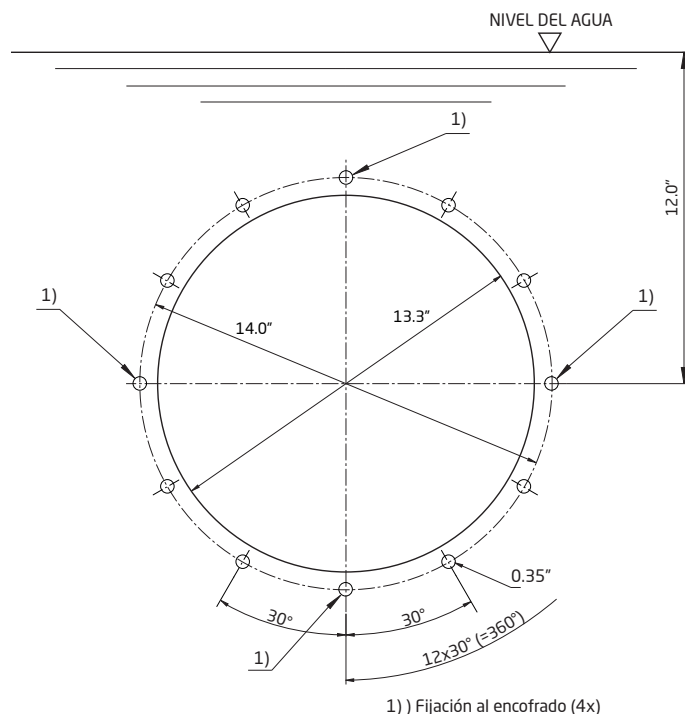
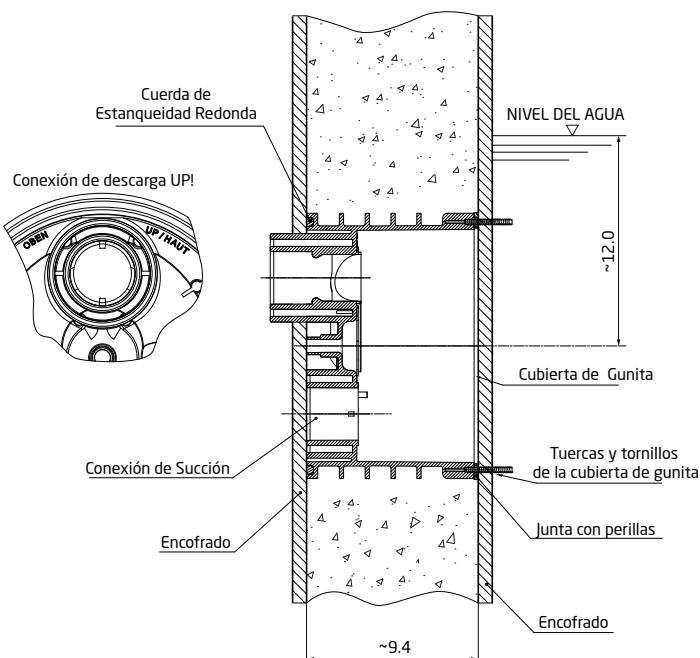
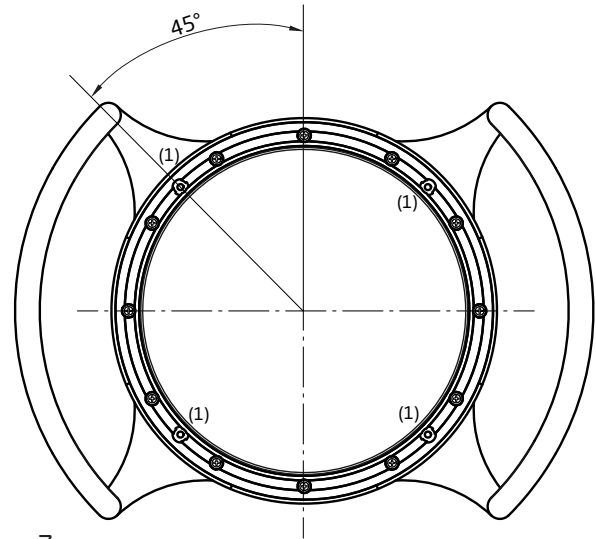
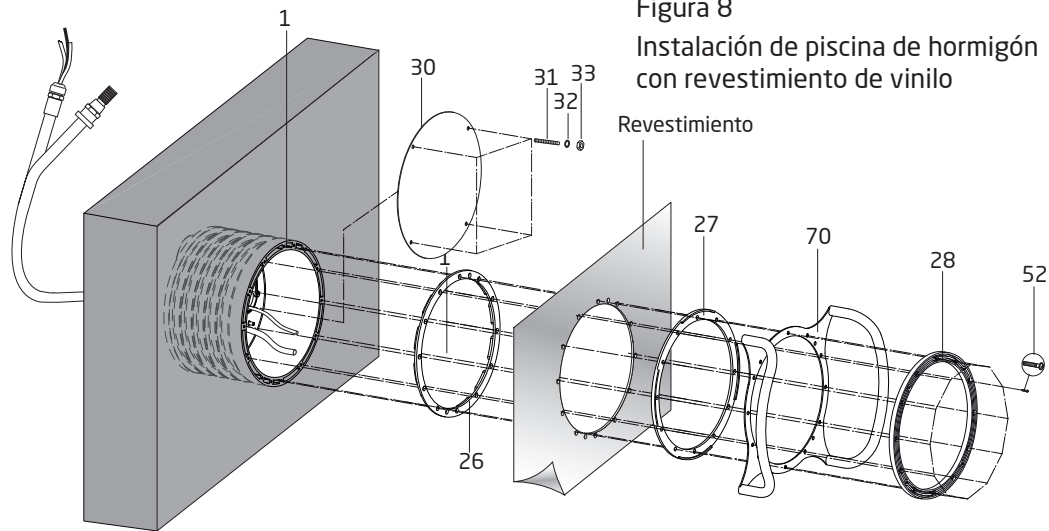

Figura 5
Figura 6
Figura 7
Figura 8
- Perfore los cuatro agujeros M8 marcados (1) en la figura 5 en el encofrado de la pared interna de la piscina. Corte un agujero de 14.5" en el encofrado de la pared exterior de la piscina. **PRECAUCIÓN:** El centro de la carcasa de chorro **DEBE ESTAR** montado 12" **DEBAJO** de la línea de agua como se muestra en las figuras 5 y 6
- Coloque la carcasa de chorro entre la barra de acero con el dorso de la carcasa de chorro contra el orificio del encofrado de la pared exterior. La ubicación de la carcasa de chorro es muy importante (Ver Figura 6).
- Instale los cuatro (4) clavos M8 x 80mm de la tapa de gunita (parte #31) en la parte frontal de la carcasa de chorro. Deben estar en la misma posición que los orificios (1) marcados en la figura 5. Deslice la cubierta de gunita (parte #30) sobre los clavos. Tape el borde de la gunita alrededor de toda la carcasa de chorro para excluir el hormigón de los insertos roscados y de la carcasa de chorro.
- Monte la tapa de gunita al frente de la carcasa de chorro usando las cuatro (4) tuercas M8 x 80mm (parte #31), cuatro (4) arandelas M8 (parte #32) y cuatro (4) tuercas M8 (parte #33). Tape el borde de la cubierta de gunita alrededor de toda la carcasa de chorro para separar el recubrimiento de gunita de los insertos roscados y la carcasa de chorro.
- Coloque la carcasa de chorro entre la barra de acero. La ubicación de la carcasa de chorro es muy importante (Ver Figura 6).
- **Pared de gunita (sin baldosas o recubrimiento):** Debe alinear los mangos de acero inoxidable (parte #70) y el anillo de fijación (parte #28) como se muestra en la figura 7. Use los doce (12) tornillos M8 x 30 del anillo de fijación (parte #52) para sujetar dicho anillo y los mangos a la carcasa de chorro.
Utilice la plantilla de montaje provista (versión a pequeña escala de la plantilla mostrada en la Figura 5) para marcar y taladrar los orificios a través del revestimiento (doce orificios hechos con tornillos M8 del anillo de fijación y orificios centrales de 13.3"). Inserte la junta con mandos en la parte frontal de la carcasa de chorro (parte #26). Instale el revestimiento con los orificios alineados a la carcasa de chorro. Coloque de forma alineada el anillo de fijación (parte #28) y los mangos de acero inoxidable (parte #70) como se muestra en la Figura 7. Coloque la junta del anillo de fijación (parte #27) detrás de los mangos de acero inoxidable y comience a instalarla utilizando los doce (12) tornillos M8 x 30 del anillo de fijación (parte #52). (Ver Figura 8)
Debe alinear los mangos de acero inoxidable (parte #70) y el anillo de fijación (parte #28) como se muestra en la figura 7. Use los doce (12) tornillos M8 x 30 del anillo de fijación (parte #52) para sujetar dicho anillo y los mangos a la carcasa de chorro.
Utilice el modelo provisto en la Figura 5 para marcar y taladrar los orificios a través del revestimiento (doce orificios hechos con tornillos M8 y orificios centrales de 14"). Inserte la junta con mandos en la parte frontal de la carcasa de chorro (parte #26). Instale el revestimiento con los orificios alineados a la carcasa de chorro. Coloque de forma alineada el anillo de fijación (parte #28) y los mangos de acero inoxidable (parte #70) como se muestra en la Figura 7. Coloque la junta del anillo de fijación (parte #27) detrás de los mangos de acero inoxidable y comience a instalarla utilizando los doce (12) tornillos M8 x 30 del anillo de fijación. (Ver Figura 8)
7. Debe alinear el anillo de fijación (parte #28) sobre los mangos de acero inoxidable (parte #70) como se muestra en la figura 7.
8. Instale los doce (12) tornillos M8 x 30 del anillo de fijación (parte# 52).